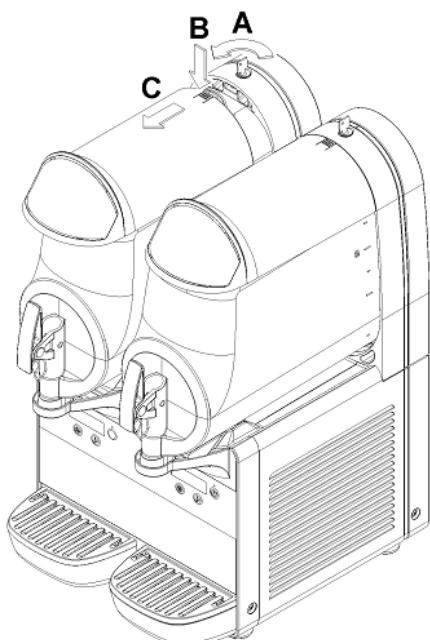

Рисунок 2
- Для того, чтобы снять крышку контейнера, нажмите верхнюю кнопку и выдвиньте крышку по направлению к передней части контейнера. Если на машине есть замок безопасности для крышки, то поверните ключ против часовой стрелки для того, чтобы освободить кнопку (см. рис. 2).